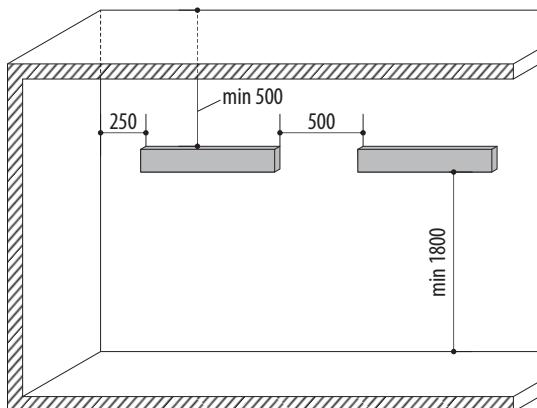

Рисунок 6.
1.9. Конструкция обогревателей позволяет применять их как единичный обогреватель, так и в любых необходимых количествах при соблюдении расстояний между обогревателями (см. рис. 6).
- 7.2. При выборе места установки следует учитывать, что для безопасной работы обогревателя необходимо обеспечить: расстояние до пола — не менее 180 см, до боковой стены — не менее 25 см, свободное пространство над обогревателем — не менее 50 см (см. рис. 6, 7). Минимальные расстояния от обогревателя до различных поверхностей приведены на рисунке 6. Минимальное расстояние от обогревателя до мебели, бытовой техники и других легковоспламеняющихся поверхностей — 500 мм.